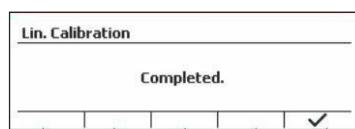

Figure 19
7. Le message « Completed » (Terminé) s'affiche alors à l'écran. (Voir Figure 19)